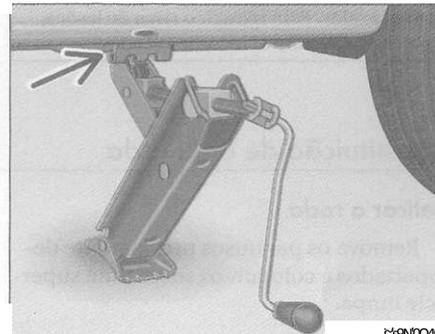

Fig. 119 Macaco colocado na parte traseira, lado esquerdo
=> Página 183, fig. 119 -seta-, com a base apoiada no solo em uma posição vertical em relação ao apoio superior do macaco
- A garra do macaco terá que envolver o perfil vertical da longarina, para que, ao levantar o veículo, o macaco não escorregue => Página 183, fig. 119 (seta).